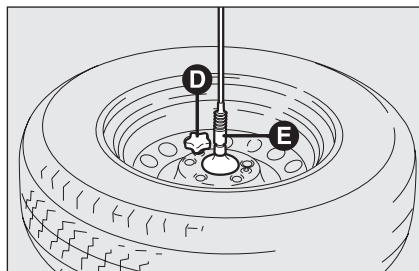

fig. 7b
- ☐ prélever la roue remplacée, la raccrocher au support E-fig. 7b et visser le pommeau D-fig. 7b;